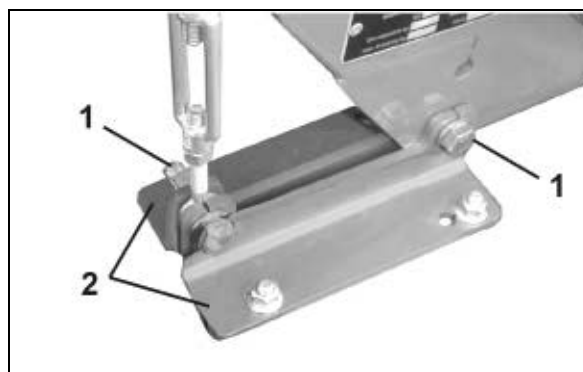

Fig. 24
- 3.1 Links : 2 boutverbindingen (Fig. 24/1) losdraaien en de 2 koppeldelen (Fig. 24/2) verwijderen.